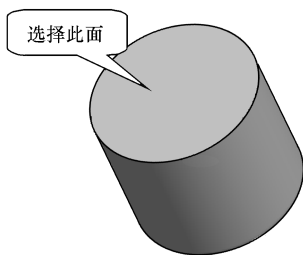
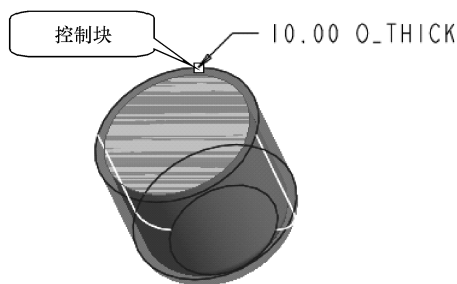

图 7-38 原模型
图 7-39 更改壳厚度方向
(1) 打开文件“liti7-3.prt”，如图 7-38 所示。
- (2) 单击【工程特征】工具栏中的【壳】按钮, 弹出【壳】操控板。
- (3) 在图形区选择立体上表面, 如图 7-38 所示。
- (4) 在对话框的【壳厚度】组合框中输入厚度值“10”, 然后按〈Enter〉键或在图形区单击鼠标中键接受该值。
- (5) 单击对话框中的【更改厚度方向】按钮进行切换, 修改壳厚度方向为指向立体外部, 如图 7-39 所示。